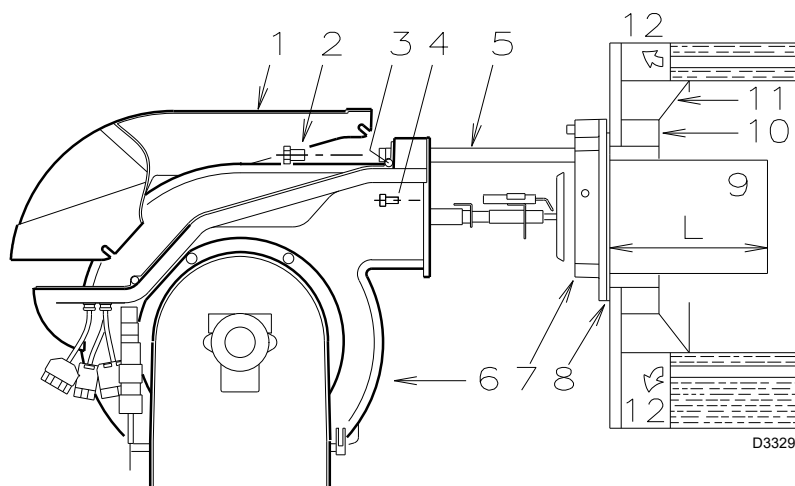

Fig. 7
En calderas con frontal refrigerado por agua, no es necesario el revestimiento refractario 10)-11)(Fig. 7), salvo que lo indique el fabricante de la caldera.
Fijar la brida 7)(Fig. 7) a la placa de la caldera, intercalando la junta 8)(Fig. 7) que se suministra. Utilizar los 4 tornillos que se suministran, después de haber protegido la rosca con algún producto antibloqueo.
- Abrir el quemador sobre las guías como en (Fig. 7, pág. 10).